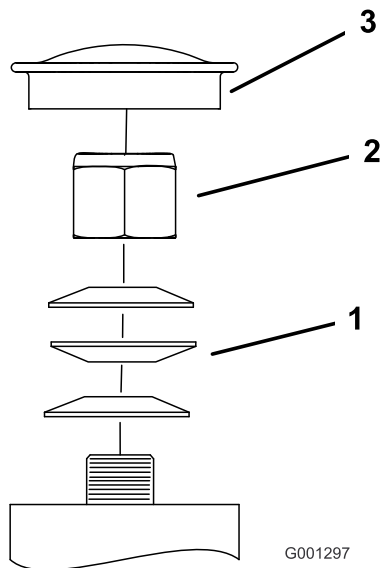

Figura 65
3. Retire el tapón guardapolvo de la rueda giratoria y apriete la contratuerca (Figura 65).
4. Apriete la contratuerca hasta que las arandelas de muelle estén planas, luego afloje 1/4 de vuelta para establecer la pre-carga correcta de los cojinetes (Figura 65).
Importante: Asegúrese de que las arandelas de muelle están correctamente instaladas, según se muestra en Figura 65.
5. Coloque el tapón guardapolvo (Figura 65).